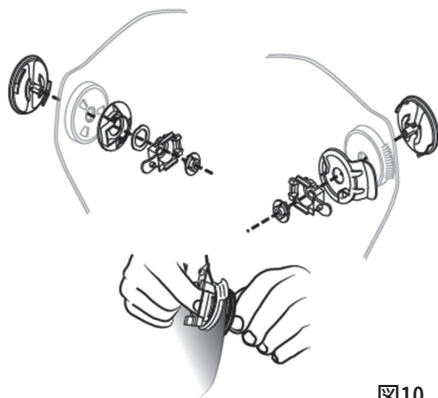

図10
- ① 左右のノブを回して外し、ヘッドバンドを溶接シールドから取り外します。
- ② 図10を参照して、向きに注意しながらヘッドバンドやヘッドバンド取り付け具を溶接シールドに取り付けます。外側からノブを取り付けてヘッドバンドを固定します。